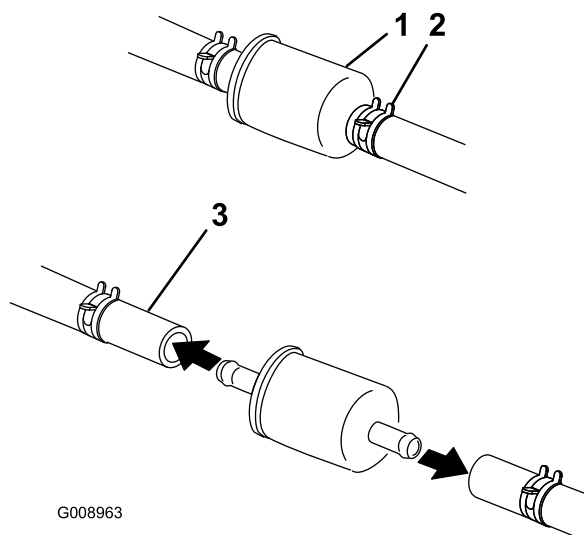

Figure 53
5. Fermez le robinet d'arrivée de carburant sous le siège (Figure 53).
6. Pincez les extrémités des colliers et faites glisser ceux-ci pour les éloigner du filtre (Figure 53).
8. Posez un filtre neuf et rapprochez les colliers de fixation du filtre (Figure 53).